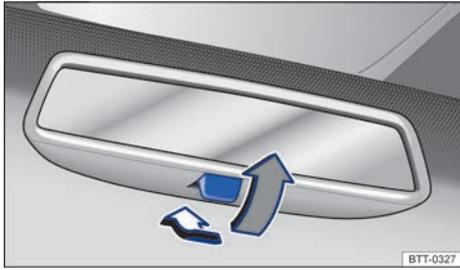

Fig. 78 Retrovisor interior antideslumbrante manual.
- Para oscurecer el retrovisor, tire de la palanca hacia atrás ⇒ fig. 78.